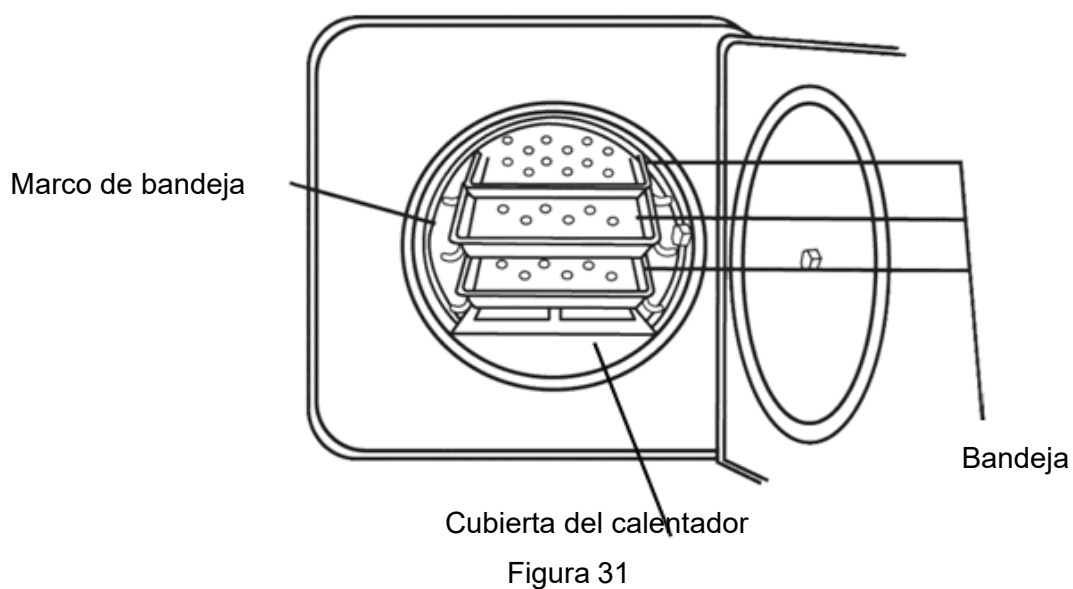

Figura 31
E. Instale la bandeja según se indica en la Figura 31. (Accesorio opcional)